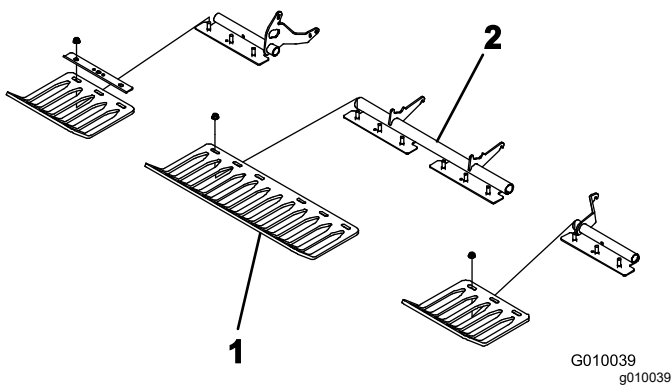

Figura 23
4. Instale, sem apertar, os protetores de relva nos suportes dos protetores de relva com 4 braçadeiras para os suportes de relva e 12 porcas flangeadas (Figura 23). Não aperte os dispositivos de fixação.
Nota: Os grampos de fixação do protetor de relva são fornecidos de fábrica e as porcas flangeadas vêm nos suportes do protetor de relva (Figura 23).